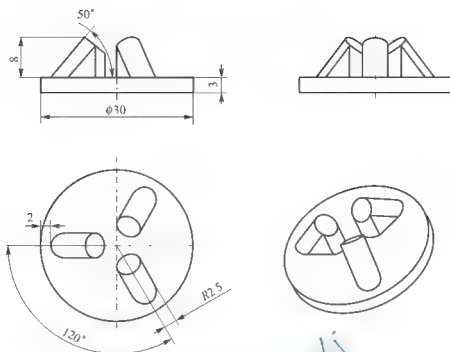

图 8.166 练习题(1)图
- (1) 使用曲面特征对如图 8.166 所示的零件进行建模。
- (2) 对一曲面模型进行与其他 CAD(如 UG NX、CATIA 等)及 CAE 软件(如 ANSYS、ADAMS 等软件)的输入输出处理。